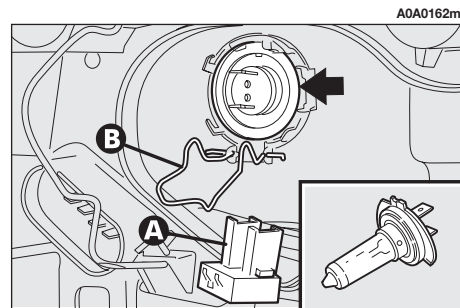

fig. 26b
**Luci anabbaglianti (fig. 26b)**